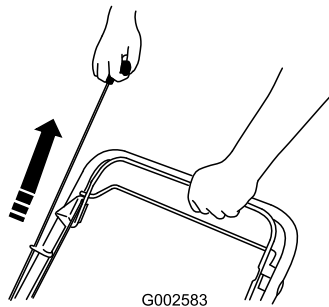

Figura 15
3. Arranque el motor con el arrancador (Figura 15).